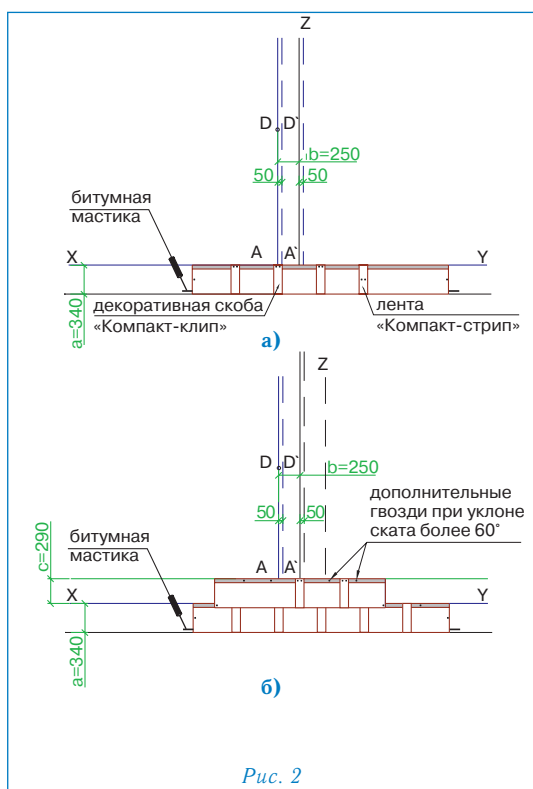

Рис. 2
Укладка материала (рис. 2)
- укладка черепицы начинается от линии AD, при этом ее верхний край выравнивается по линии XY (рис. 2а);
- листы первого ряда укладываются встык и фиксируются двумя гвоздями по центру коротких сторон на расстоянии 2 см от края (рис. 2а);
- правая сторона скобы «Компакт-клип» выравнивается по линии A'D' и фиксируется двумя гвоздями через специальные отверстия (рис. 2а);
- листы второго ряда черепицы укладываются от линии Z, их нижний край выравнивается по линии, параллельной XY; каждый лист фиксируется двумя гвоздями в 2,5 см от нижней стороны; стыки и середина каждого листа закрываются декоративными скобами «Компакт-клип», которые также фиксируются двумя гвоздями (рис. 2б);
Для крепления гибкой черепицы ПРЕСТИЖ КОМПАКТ МИНИ используются гвозди из нержавеющей стали улучшенного прилегания (ершенье) с гладкими широкими шляпками. Каждый лист ПРЕСТИЖ КОМПАКТ МИНИ закрепляется шестью гвоздями, в соответствии с рекомендациями, приведенными выше (рис. 2б).
При укладке материала на скатах с уклоном более 60° каждый лист дополнительно фиксируется двумя гвоздями в верхней части (рис. 2б).